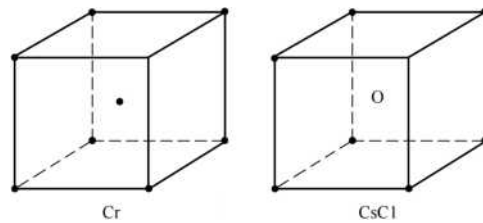

图 2-2
4. 什么是空间点阵与晶体结构？对于同一种空间点阵，晶体结构是否唯一，为什么？请指出图 2-2 中 Cr 和 CSCI 的晶体结构个属于那种空间点阵，并说明理由。 [北京理工大学 2007 研]